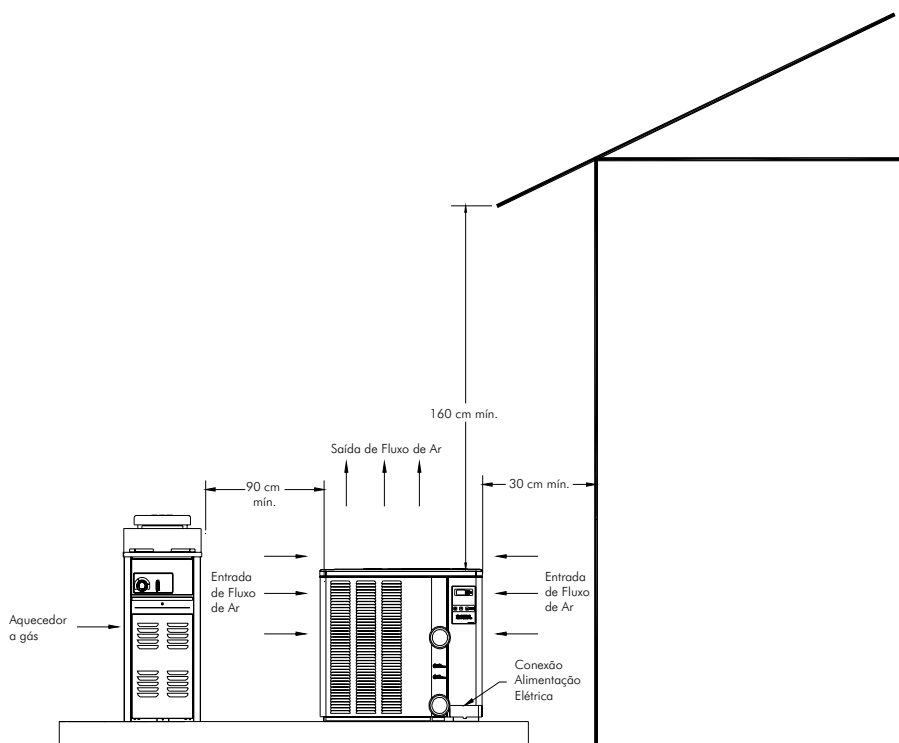

Fig. 1 - Distância de instalação
- Esta unidade possui uma descarga de fluxo para cima para um funcionamento silencioso. O ar é puxado para cima através da serpentina do evaporador e descarregado através da parte superior da grelha. Deixe pelo menos 1,5 m de altura acima da unidade de descarga de ar irrestrita. NÃO instale a unidade em uma varanda ou deck. Veja fig. 1.